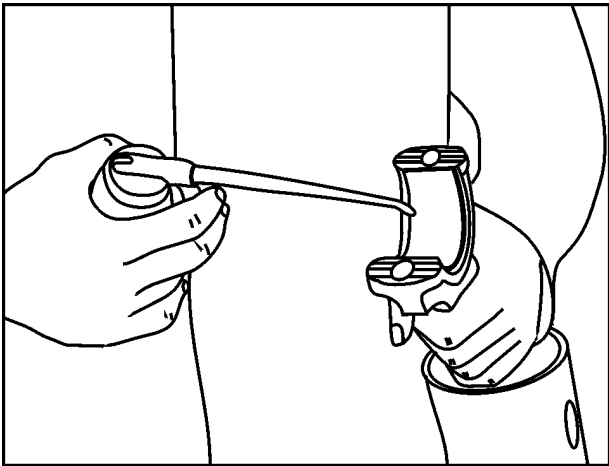

FIG 22
3. Lubrifique o casquilho do corpo da biela, **Fig. 22** e o moente da árvore de manivelas.